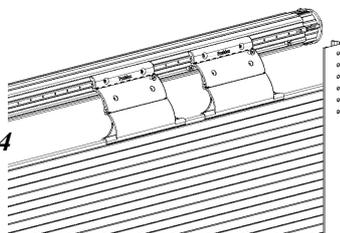

fig. 5
8. Remonter le tablier à moitié et fixer les butées sur la lame finale (*fig 5*)